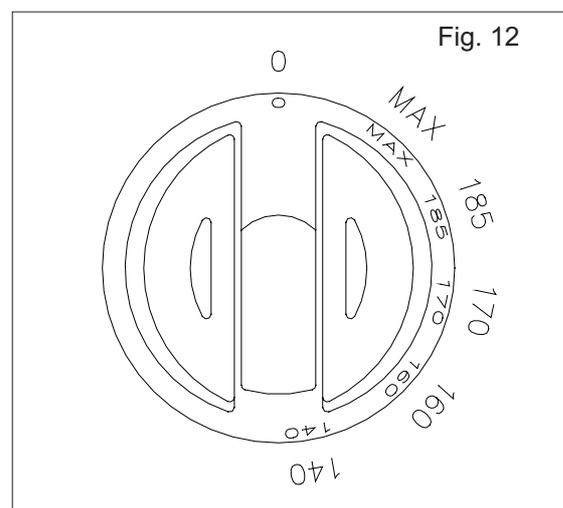

Fig. 12
- Girare la manopola (Fig. 12) di uno scatto in senso orario. Si accende il led verde.
- Ruotare la manopola (Fig.12) e portarla nella posizione con la dicitura corrispondente alla temperatura desiderata.
- Riportare la manopola (Fig. 12) sulla posizione 0.